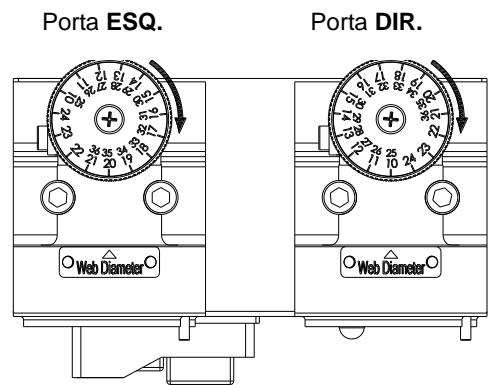

Fig. 4
2. Preparação do Conjunto de Posicionamento – (Fig. 4)